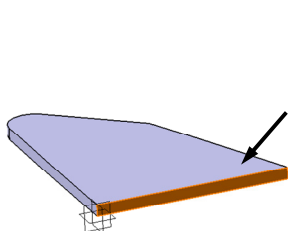

图 3-161
- >>> 步骤01 选择如图 3-161 所示的面，或者选择 zx plane。